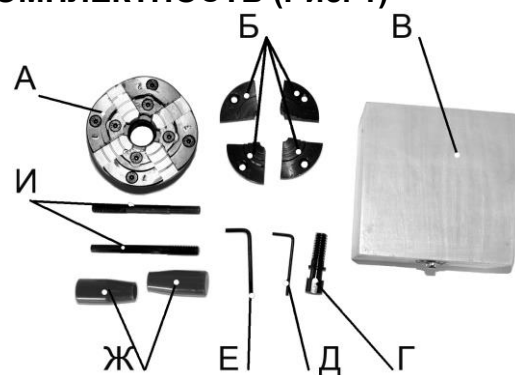

Рис. 1
3. КОМПЛЕКТНОСТЬ (Рис. 1)
6.3.2. Установите кулачки типа 2 (Б) Рис. 1, 4.